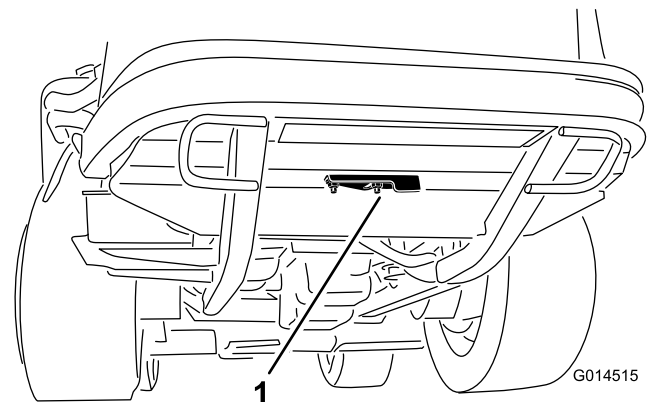

図 42
2. クリーン・アウト・カバーを後フレームの下側に固定しているフランジナットをゆるめる(図42)。カバーをめくると、フレームのクリーン・アウト・ホール清掃穴が露出する。